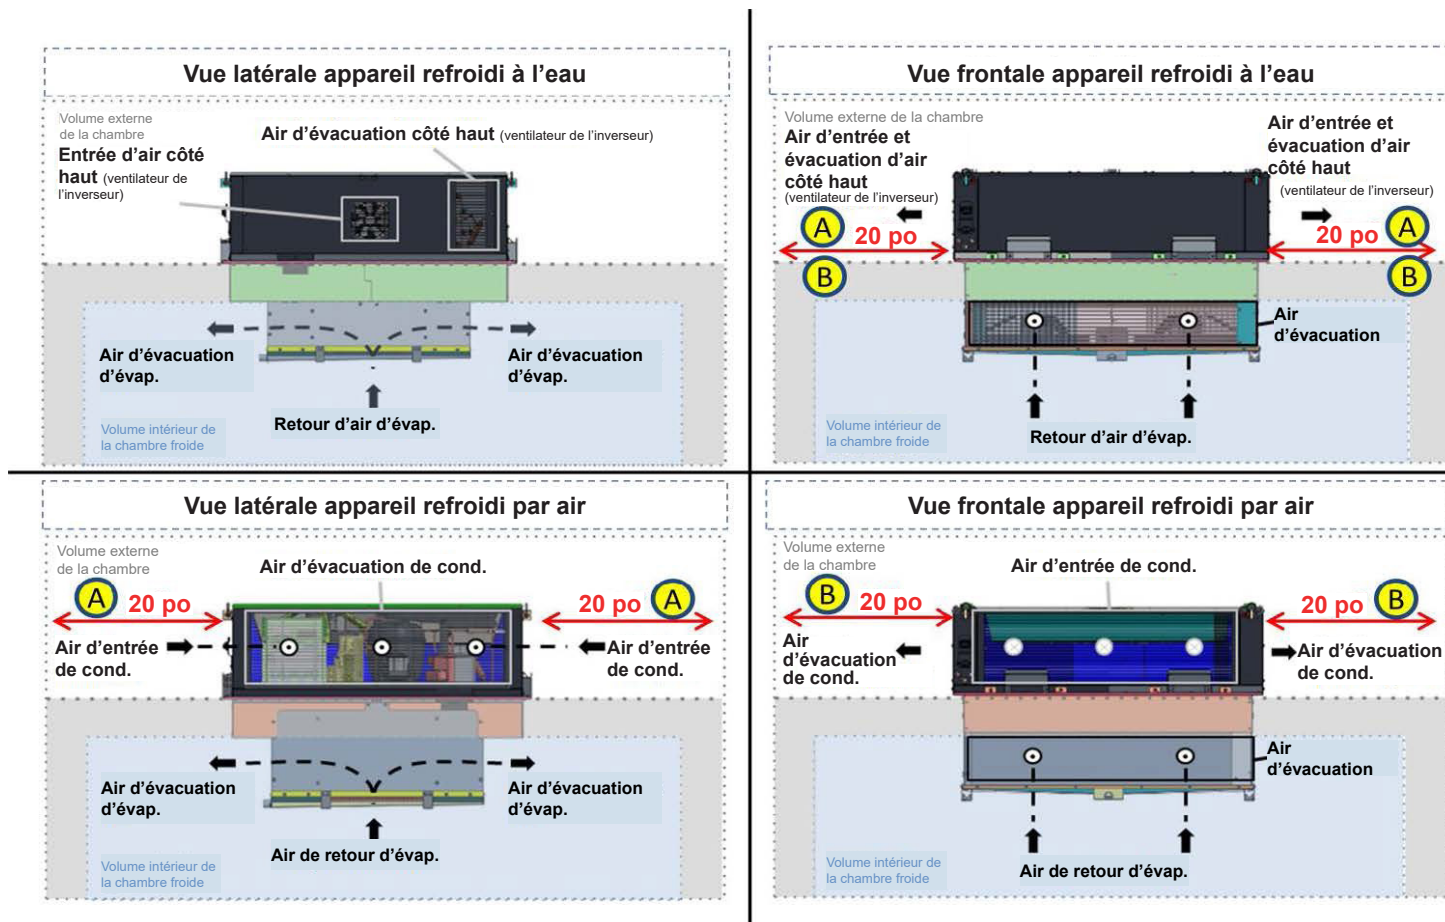

Figure 4 – Schémas de flux d'air
- La distance minimum entre le côté entrée du condenseur et tout mur ou toute obstruction est de 51 cm (20 po); Voir « A » dans la Figure 4.
- L'espace minimum entre le côté sortie du condenseur et tout mur ou toute obstruction est de 51 cm (20 po); Voir « B » dans la Figure 4.